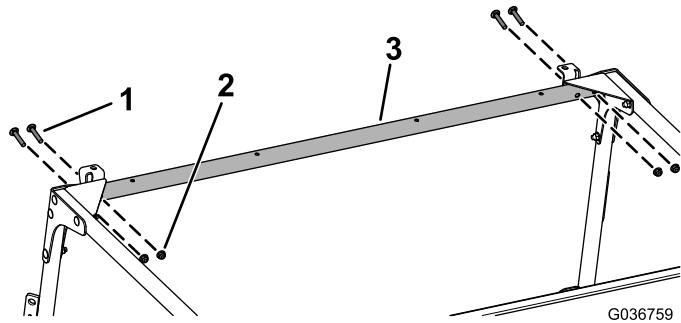

Figura 11
10. Instale sem apertar a ligação cruzada dianteira nas placas dianteiras e nas placas de canto utilizando quatro parafusos de carroçaria (5/16" x 1³/₄") e quatro porcas flangeadas (5/16"), como se mostra na Figura 11.